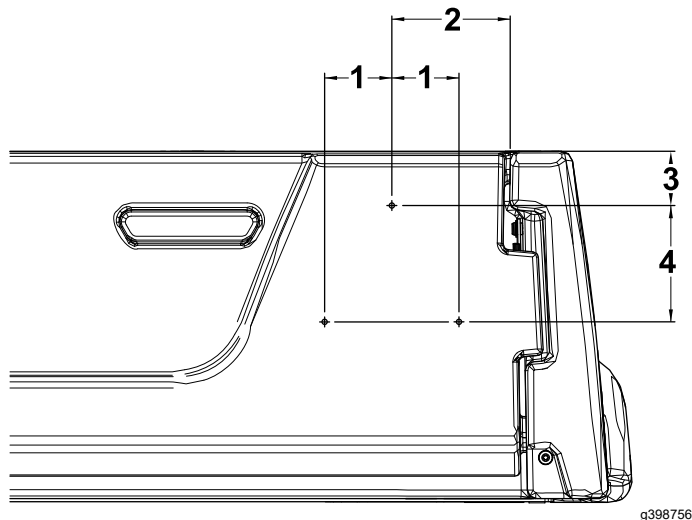

Рисунок 17
1. С правой стороны заднего откидного борта отмерьте 130 мм от правого края заднего откидного борта и 60 мм от верха заднего откидного борта и отметьте эту точку (Рисунок 17).
2. Отмерьте 128 мм вниз от отверстия, отмеченного в пункте 1, и 74 мм вправо и влево, поставьте здесь 2 точки (Рисунок 17).
3. Просверлите отверстие диаметром 5 мм в каждой из трех отмеченных точек (Рисунок 17).